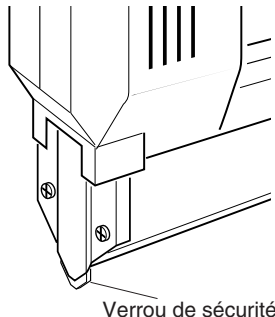

Figure 6
- Saisir l'outil fermement et le tenir contre la surface de travail. L'appuyer suffisamment pour rentrer le verrou de sécurité, lequel est situé à la sortie des clous (voir la figure 6). **IMPORTANT:** Le verrou de sécurité doit être rentré pour que l'outil puisse fonctionner. Autrement, aucun clou ne sort.